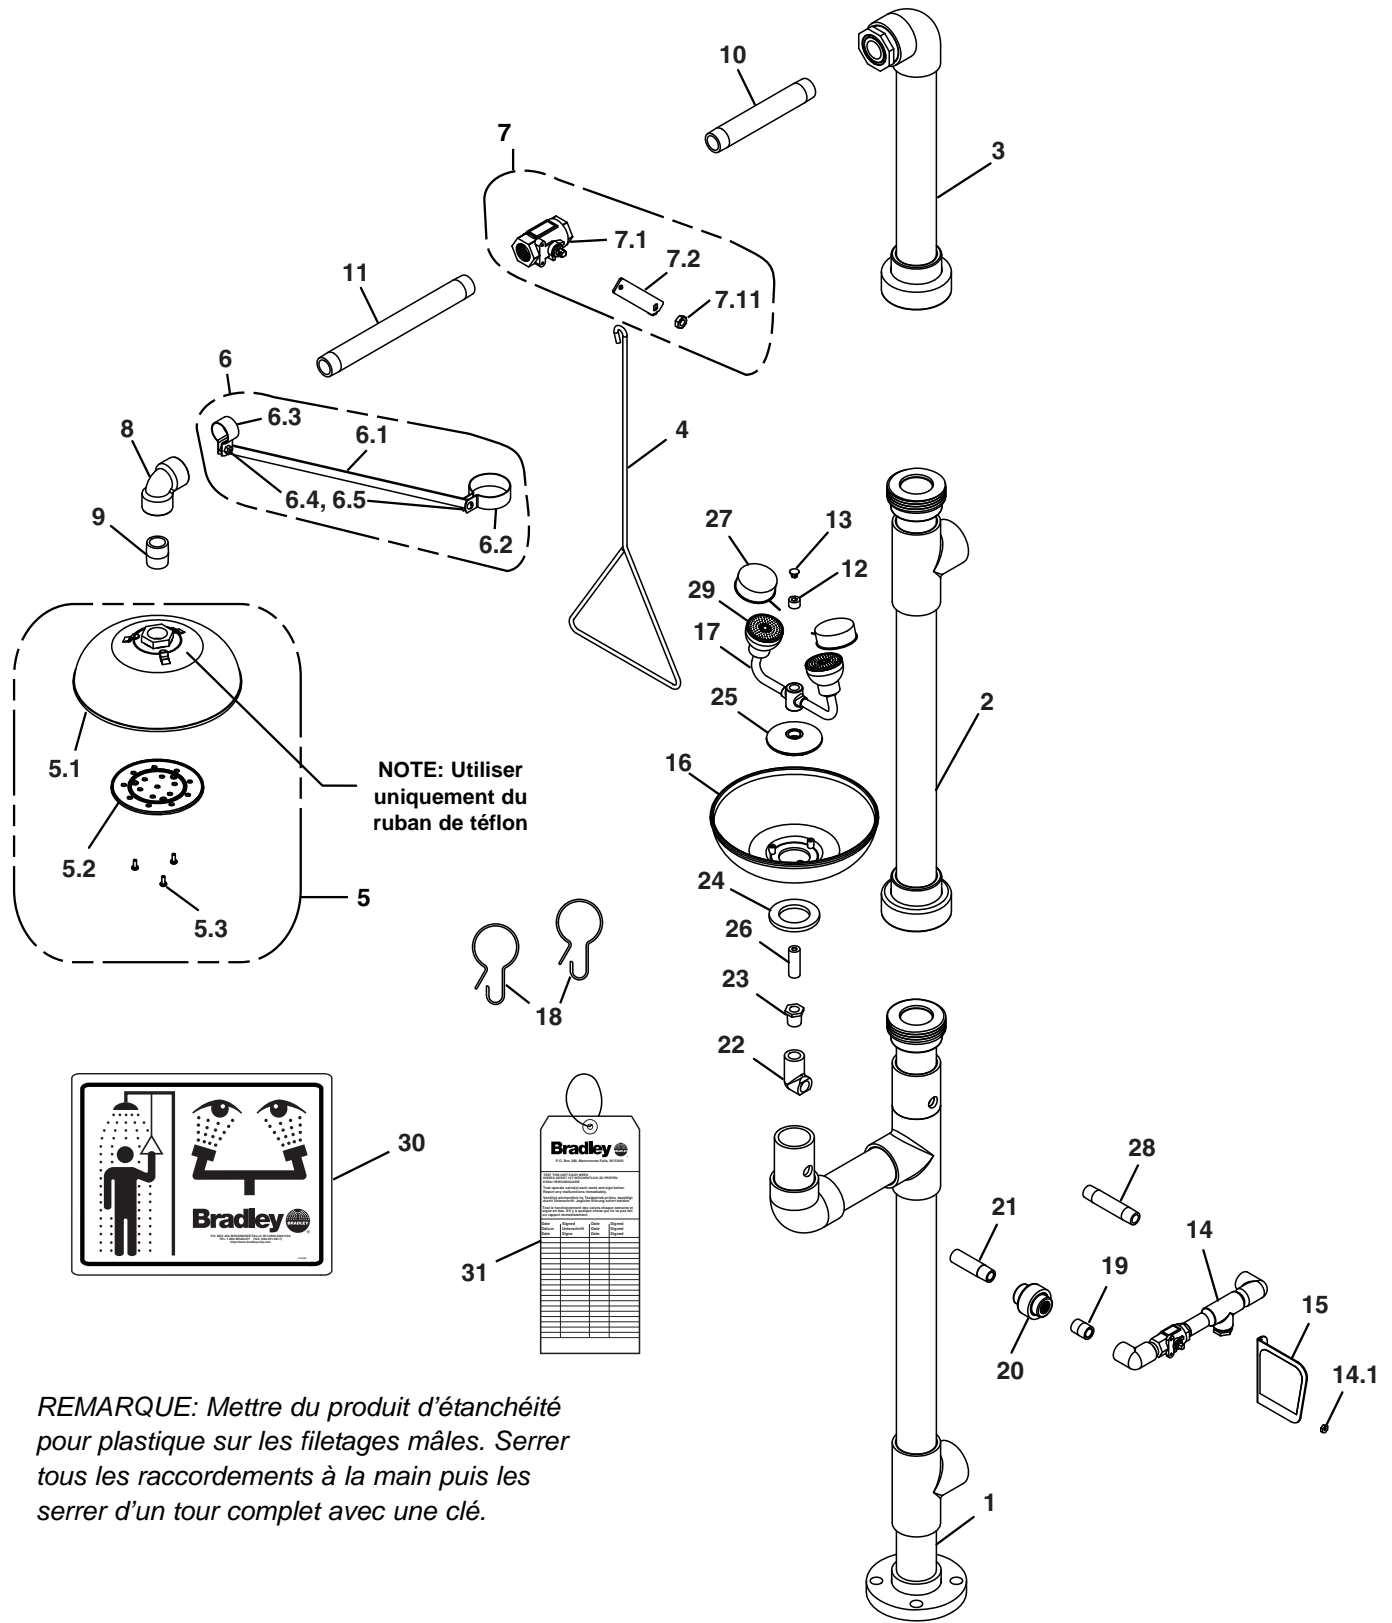

Figure 2
*REMARQUE: Voir Figure 2, p. 10 pour identifier les pièces.*